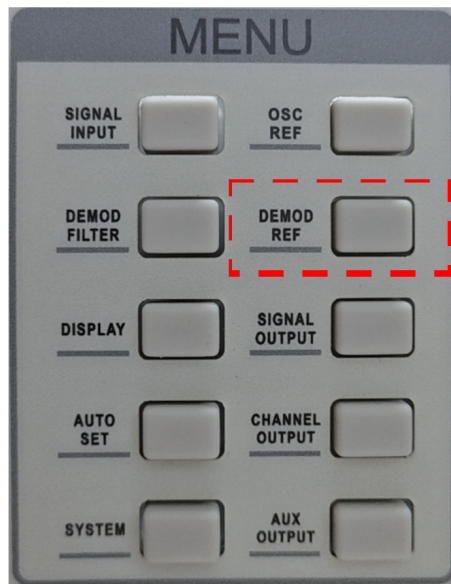

图 102. [DEMODO] 子菜单位置
4. 按下前面板 [DEMODO REF] 按键（图102所示）进入子菜单。